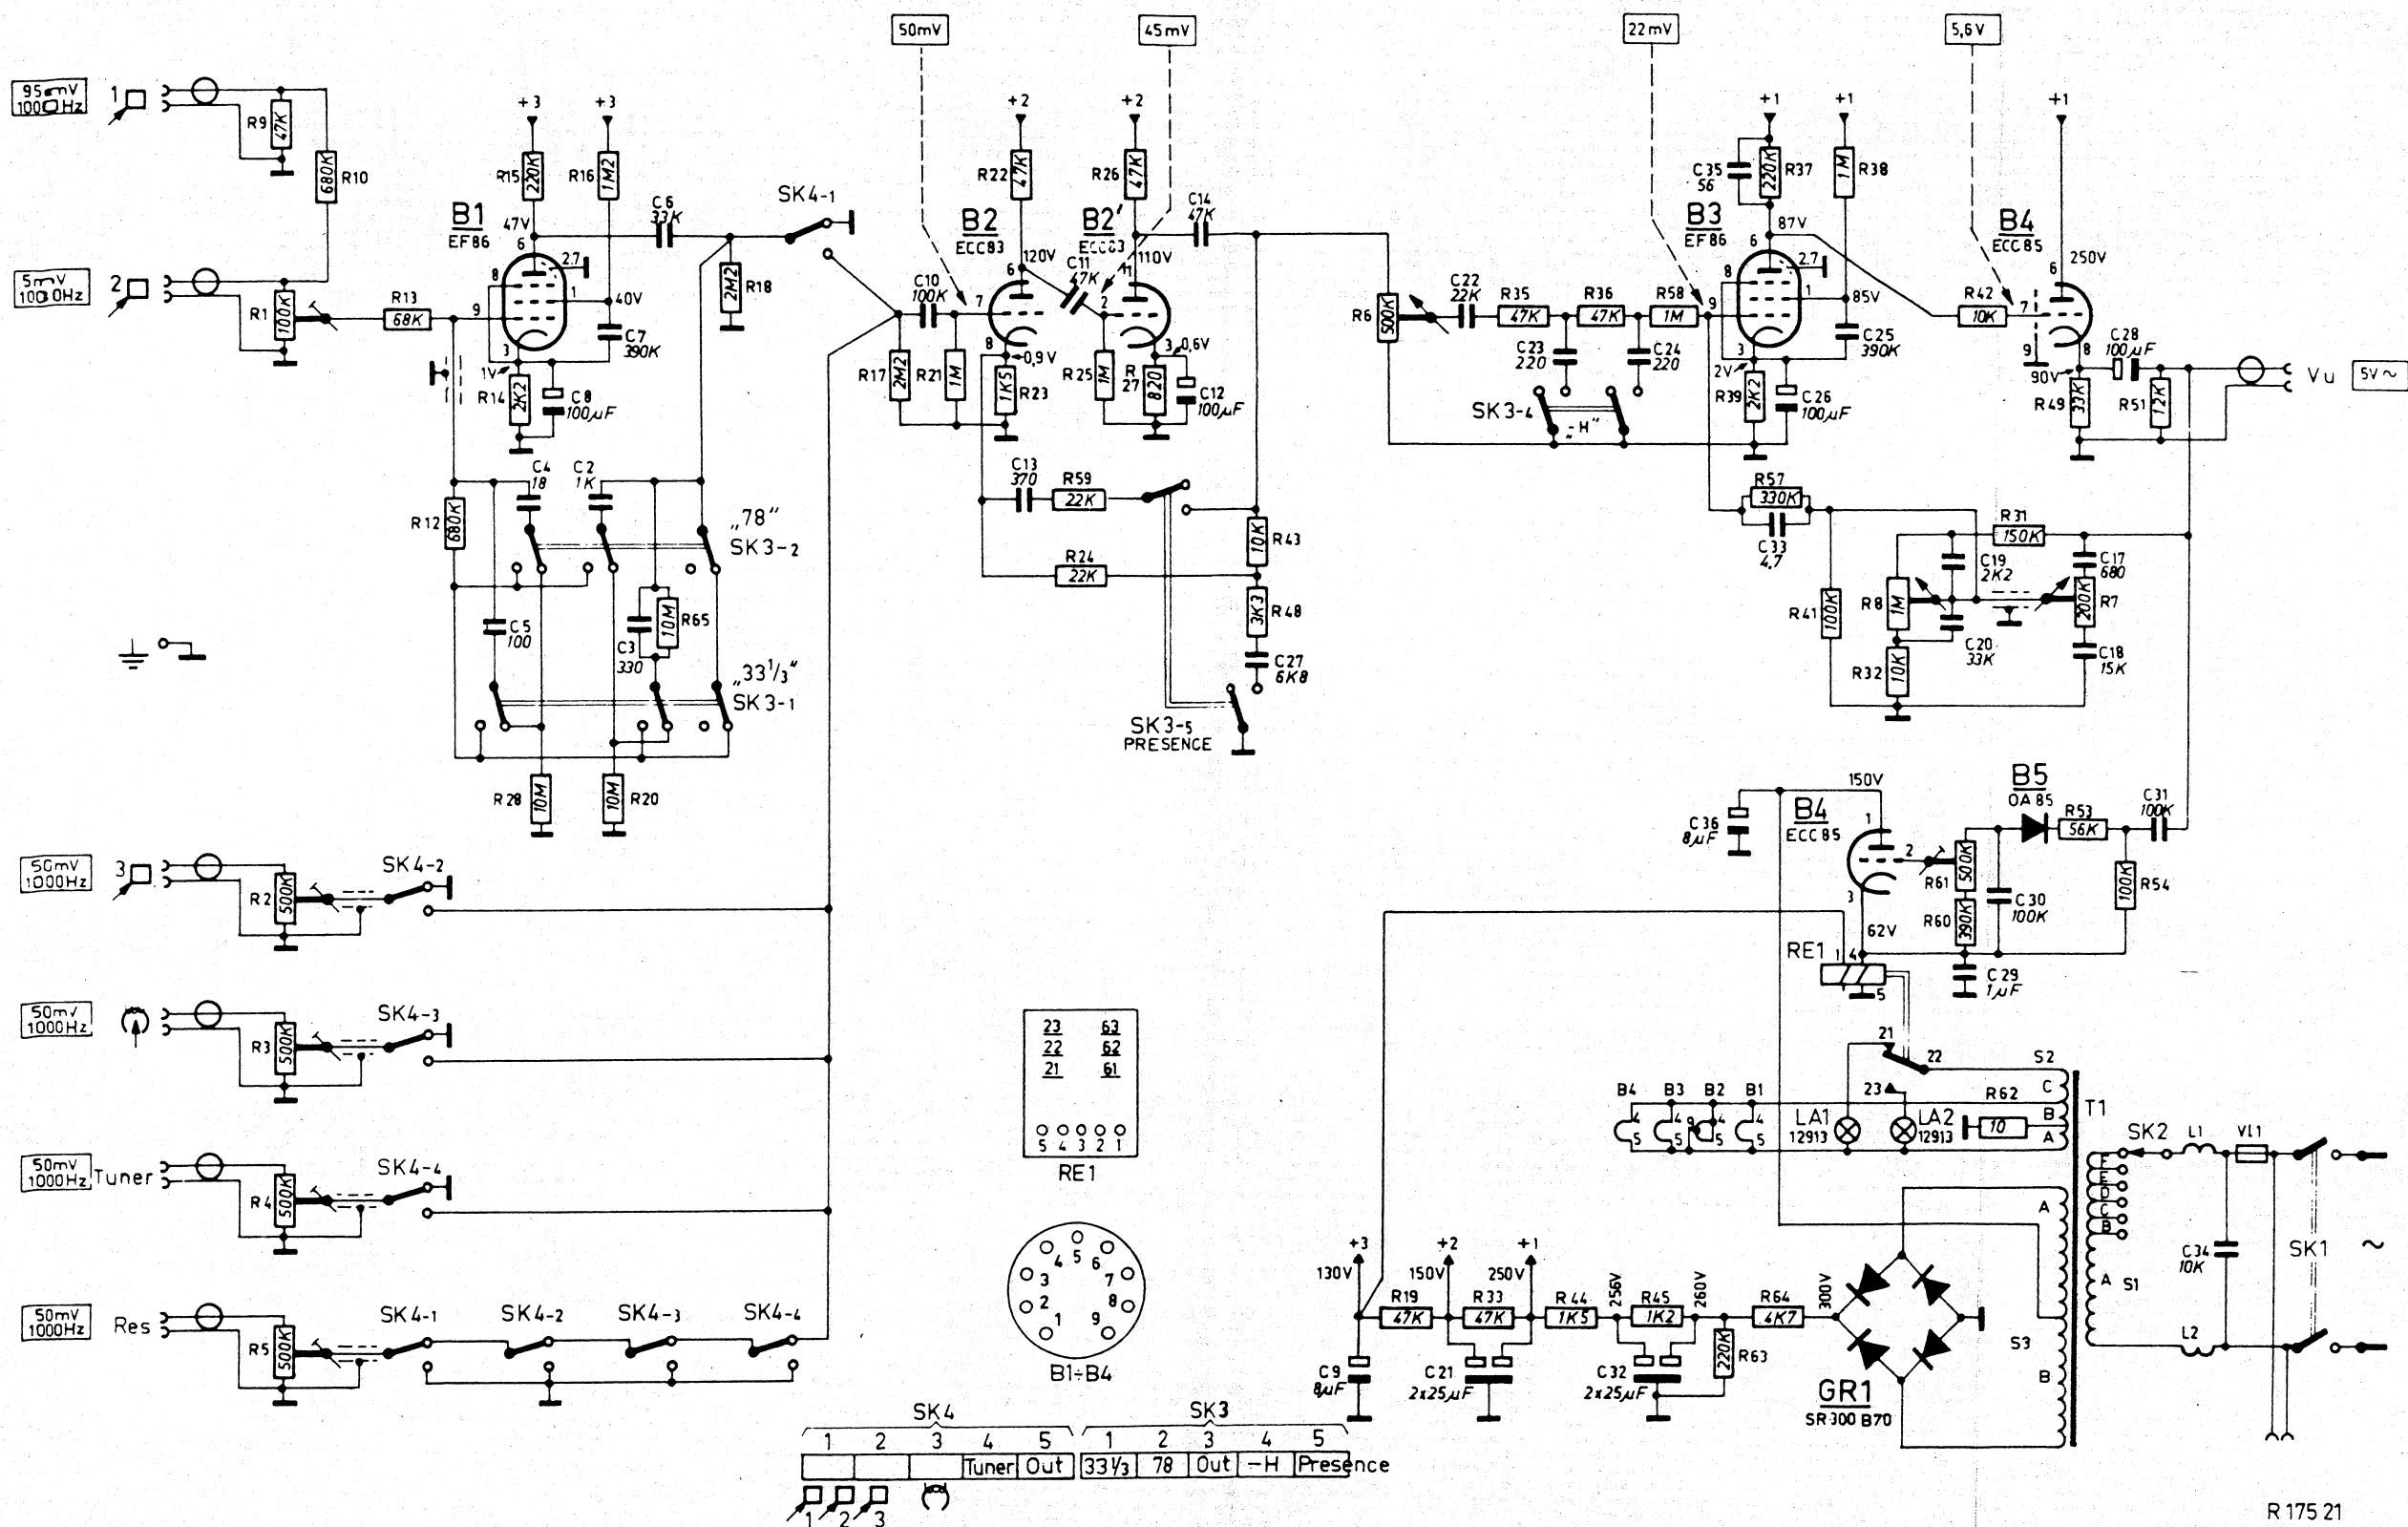

Fig.4
6. Nun kann man mit einem NF-Voltmeter z.B. GM 6015 die verschiedenen Spannungen messen. In der Anleitung sind diese Spannungen in einem Rechteck angegeben (siehe Abb. 4).